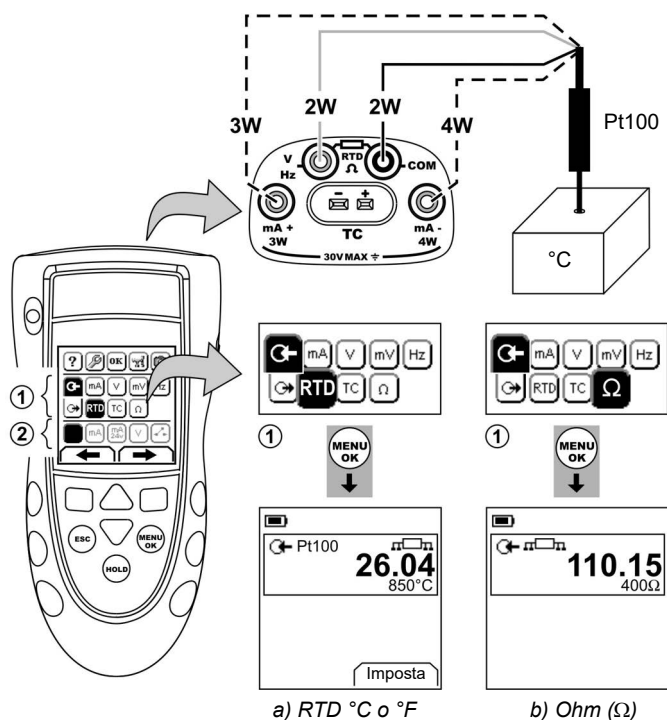

Figura 7: Esempio di configurazione – per misurare la temperatura o la resistenza
1. Collegare lo strumento (Figura 7 / 8) e, se necessario, modificarne il *Setup* (Tabella 1).